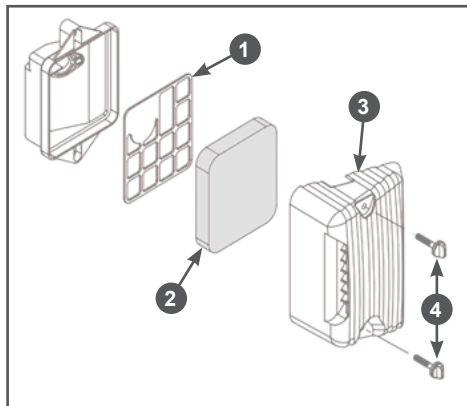

Рис. 9 Обслуживание воздушного фильтра G100НК
1. Открутите винты крепления крышки воздушного фильтра (Рис. 9 п. 4) и снимите крышку воздушного фильтра (Рис. 9 п. 3).
2. Извлеките из корпуса поролоновый фильтрующий элемент (Рис. 9 п. 2) и сепаратор воздушного фильтра (Рис. 9 п. 1).